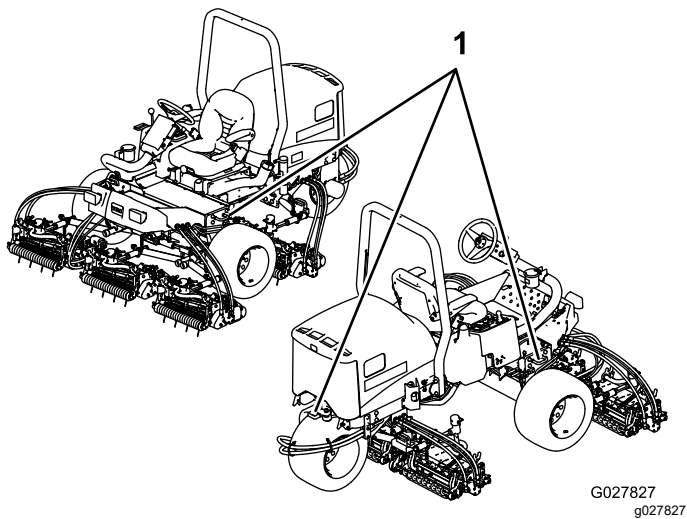

Bild 39
5. Befestigen Sie die Maschine mit den Metalbefestigungsschleifen und Riemen, Ketten, Kabel oder Seilen am Anhänger oder LKW (Bild 39).